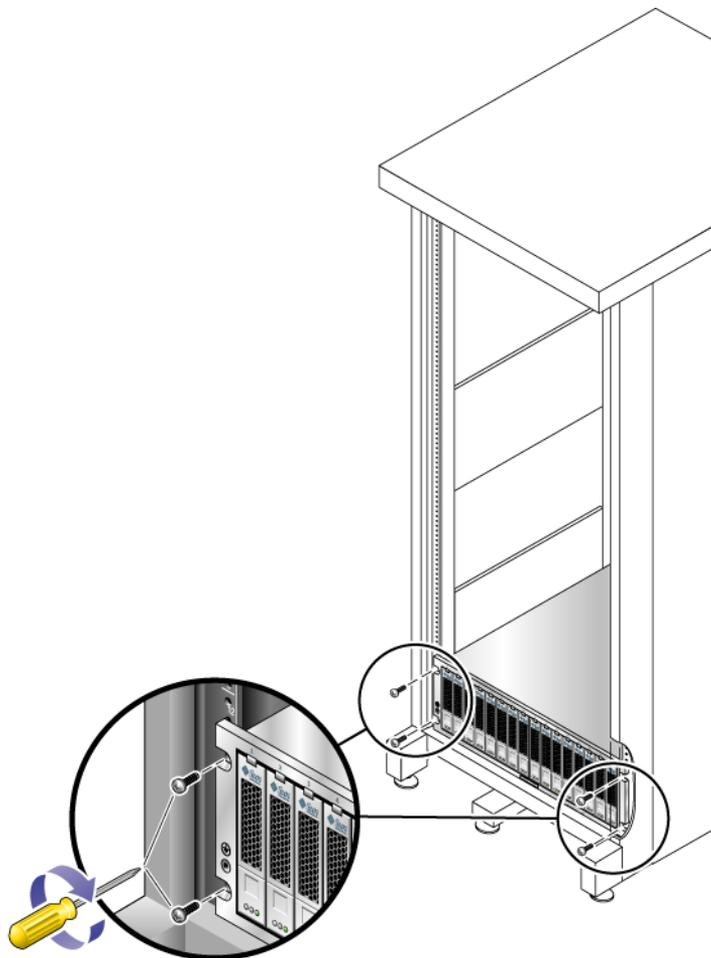

図 2-9 装置の Sun Rack 900/1000 キャビネットの正面への固定
3. プラスのねじ回し (Phillips の 3 番) を使用して、M6 ねじを 4 本 (左右に 2 本ずつ) 取り付けてしっかりと締め、トレーをキャビネットの正面に固定します (図 2-9)。